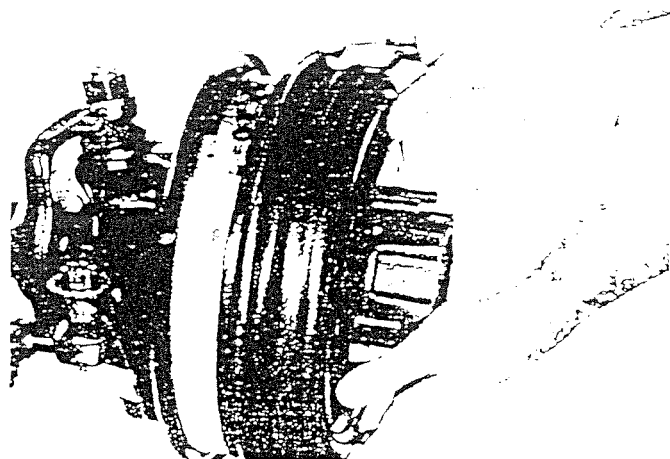

Fig. 6
- Colocar os rolamentos e introduzi-los com um maço (fig. 6).